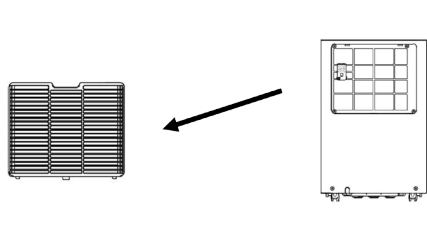

Fig.1
1. Retirez le filtre en le dégageant de son siège (Fig.1).